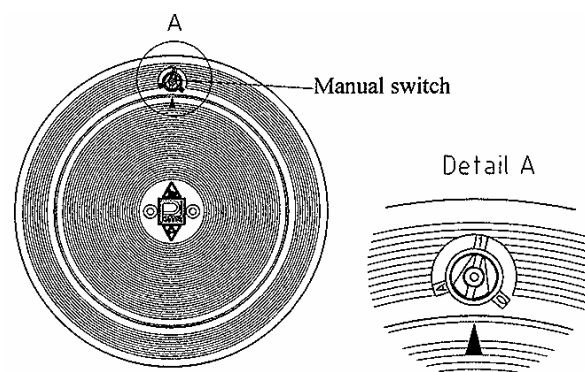

Figura 2
- Asegúrese de que el indicador de “Encendido Manual” permanece en posición “A” o “0”. En esa posición se garantiza que la válvula se cierre después del servidor de agua, en caso de que el sistema eléctrico se apague (ver figura 2).
- Revise la válvula y ábrala con el “Encendido Manual” situando el tornillo en la posición 1. (Ver figura 2).
- Cierre del encendido manual: Tras abrir la válvula manualmente, es decir, situando el tornillo en la posición “A” o “0”, la válvula debe parar el flujo de agua en unos 30 segundos. (Ver figura 2)